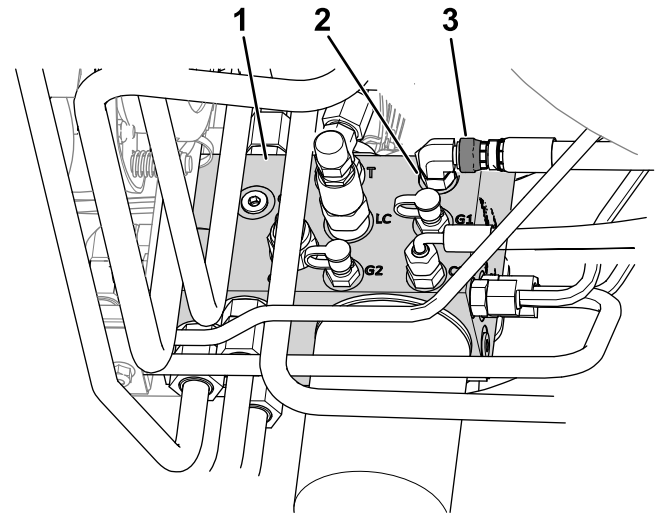

Figure 8
B. Desserrez l'écrou pivotant du flexible relié à l'orifice C1 du collecteur hydraulique (Figure 8).
E. Serrez l'écrou pivotant de flexible sur l'orifice C1 (Figure 8) à 41 N·m.